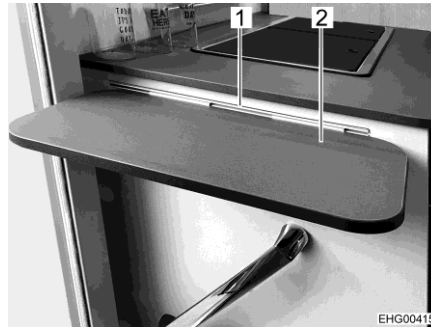

Fig. 11 Extensión de encimera
- ▶ En caso de accidente o de frenada de emergencia, la extensión de encimera puede herir a los ocupantes del vehículo. Antes de comenzar el viaje, desenganchar la extensión de encimera (Fig. 11,2) del riel (Fig. 11,1) y guardarla de modo seguro.